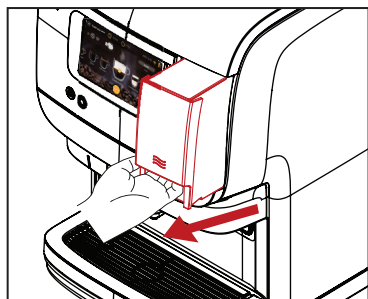

Fig. 1
1. Fjern vandbeholderen ved at løfte den en smule og derefter trække den lige ud. (Se fig. 1)